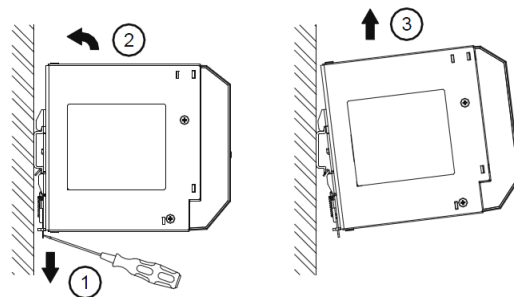

图. 6.2 拆卸
5. 拆卸时，先用螺丝刀卸下栓锁，如图 6.2 所示，然后将电源反向滑出，松开栓锁后，从导轨上取下。